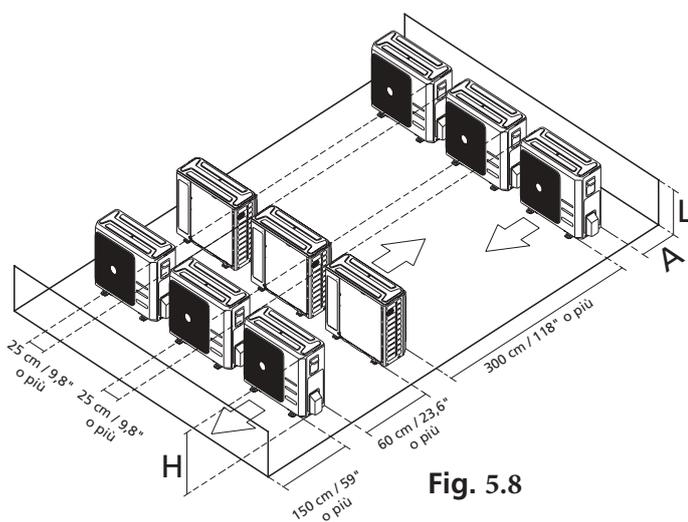

**Fig. 5.7**
**NOTA:** la distanza minima tra l'Unità Esterna da e le pareti riportata nella guida di installazione non si applica ai locali a tenuta ermetica. Assicurarsi che l'unità non presenti ostruzioni in almeno due delle tre direzioni (M, N, P) (vedere Fig. 5.7)